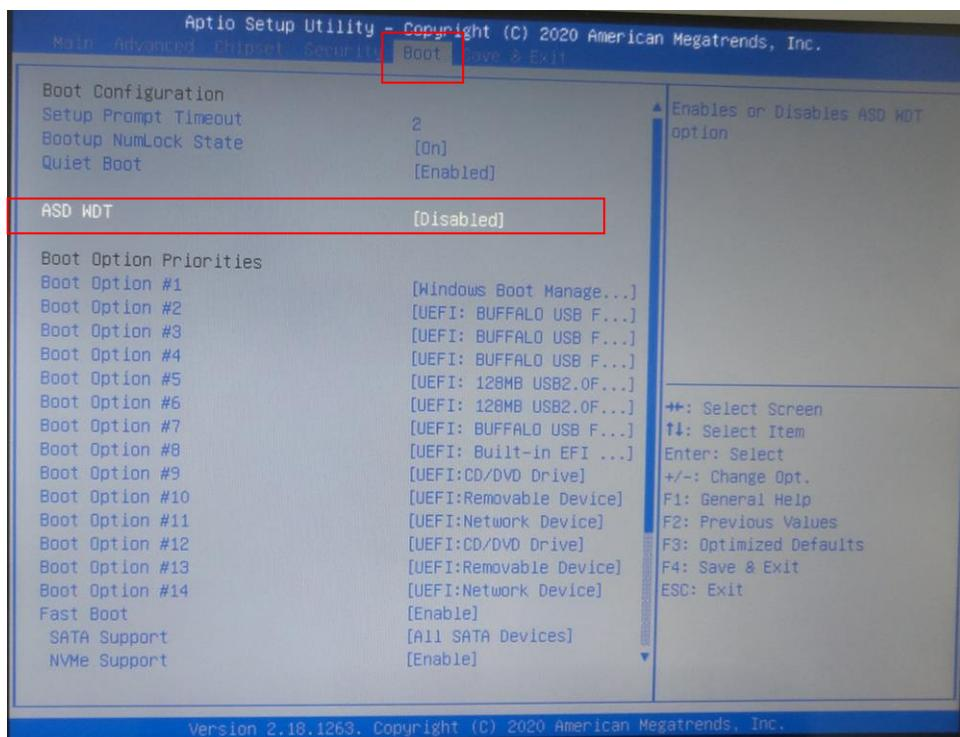

図5-1-4-1. BIOS設定画面 ASD WDT設定
- ① リカバリUSBを産業用組込みPC本体に接続します。
- ② キーボード、マウスを接続します。
- ③ 電源を入れます。BIOS起動画面が表示されたところで[DEL]キーを押し、BIOS設定画面を表示させます。
- ④ BIOS設定画面が表示されたら、[Boot]メニューを選択します。(図5-1-4-1)
- ⑤ [ASD WDT]を[Enable]に設定します。